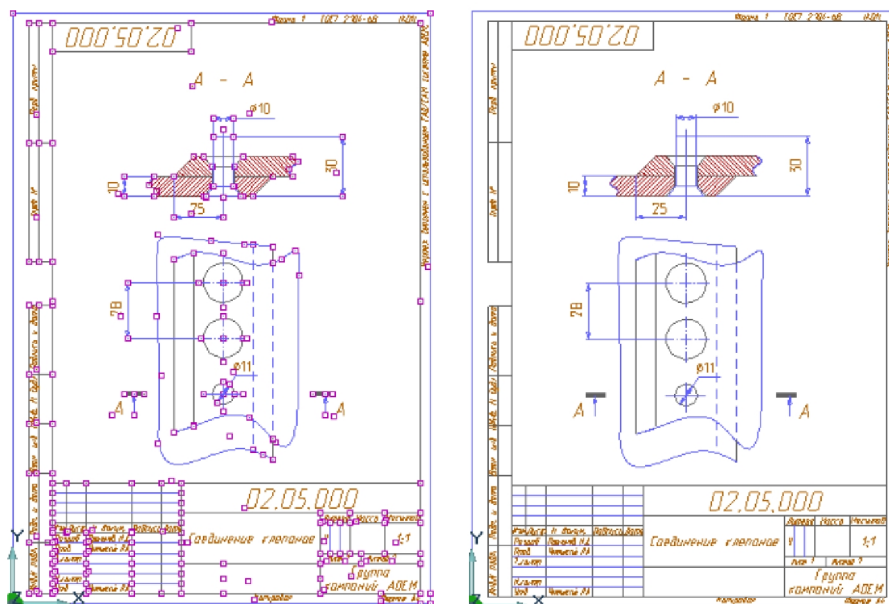

Рис. 2. Чертеж клепаного соединения
В проекционной связи с видом спереди постройте вид сверху. Для этого последовательно установите 3 вспомогательных узла (N) на расстоянии $t=28$ мм. Окружностью ($\odot$) диаметром $D=20$ мм создайте изображение двух отверстий с расклепанными заклепками и окружностью диаметром $d_o=11$ мм – изображение отверстия без заклепки. Постройте изображение вида сверху соединяемых клепкой пластин ($\square$, ∇ , $\sim$). Оформите чертеж в соответствии с заданием. Для этого включите Свойства $\square$, в появившемся диалоге заполните поля на вкладках Общие и CAD (Наименование – Соединение клепаное, Обозначение – 02.06.000, Описание – Графическая работа 2-6, Литера1 - У, ОК). Вызовите форматку A4 по маршруту: поле меню Режим, под ним Формат листа, A4, Кратность 1, Вертикальный, Загрузить 1-ый лист, ОК с заполненной основной надписью, разместите виды, обозначьте разрез и проставьте размеры – рис. 2. Запишите полученное соединение заклепками в архив.